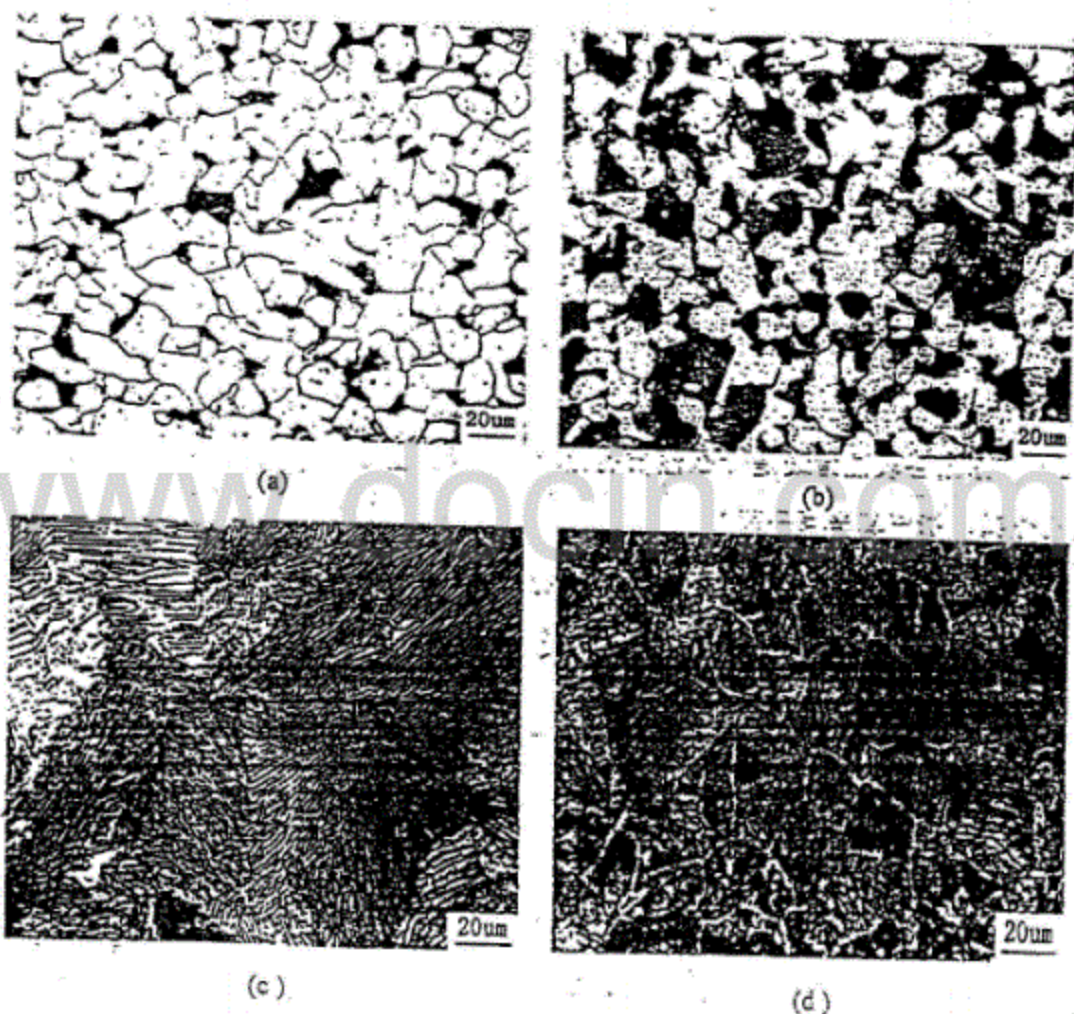

图 3 第三题图
4. (8 分) 图 3 所示为四种不同碳含量的碳钢的室温平衡组织, 试估计他们各自的含碳质量百分数 w_c 。